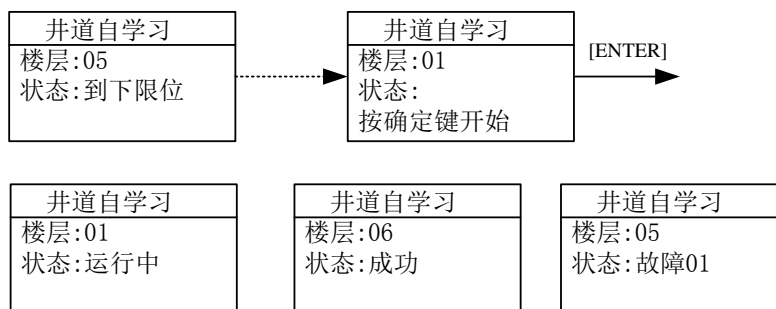

图 6.5.1 井道自学习操作示意图
4. 通过液晶显示屏进入自学习菜单，按菜单提示操作；如图 6.5.1 所示。